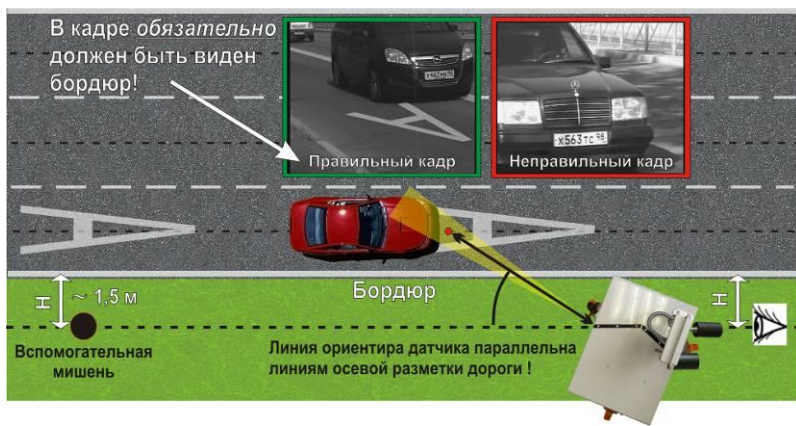

Рис. 14. Контроль полосы для маршрутных ТС
При контроле полосы для маршрутных ТС треногу рекомендуется установить на расстоянии не более 1,5 метров от проезжей части, желательно напротив буквы «А», нанесенной на полосу (Рис. 14).
7. Для контроля полосы, предназначенной для маршрутных ТС (полоса А), направьте камеру датчика на середину данной полосы так, чтобы на видеоизображении обязательно был виден бордюр дороги. Рекомендуется (хотя не обязательно), чтобы в кадре была видна также сплошная линия разметки полосы для маршрутных ТС и/или буква «А», нанесенная на полосу. На Рис. 14 показан пример правильного кадра.